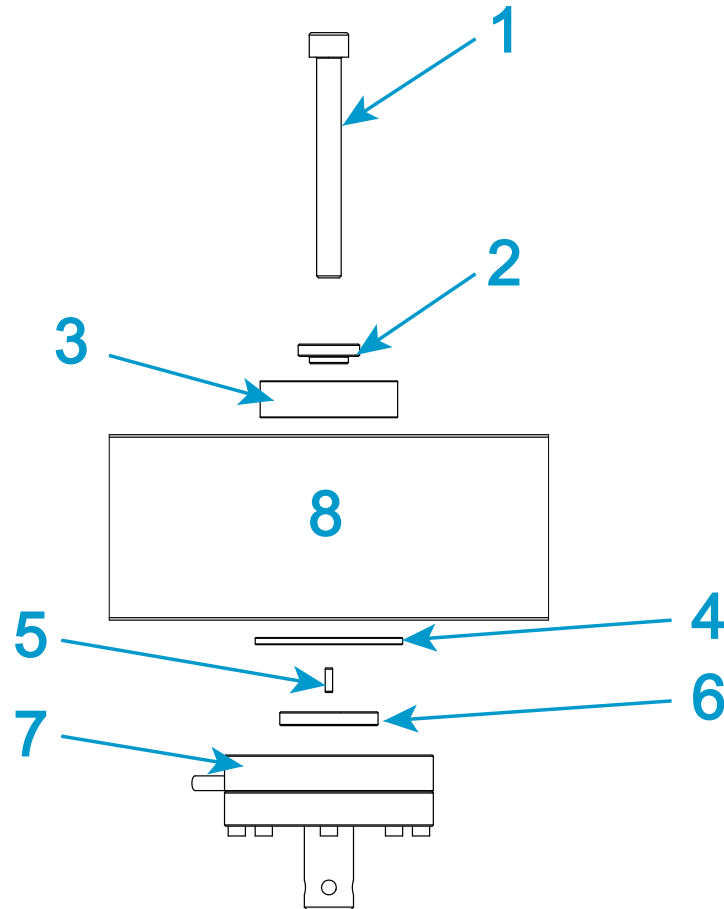

Abbildung 23. Einen Kraftaufnehmer der Serie 2530 installieren – Nennkräfte 5 N bis 100 N
Legende für Abbildung 23
1. Weitere Informationen finden Sie unter Abbildung 23 und in der zugehörigen Tabelle. Stellen Sie außerdem die richtigen Montageteile zusammen.
2. Installieren Sie die Teile, die in Abbildung 23 dargestellt werden und setzen Sie diese in die obere zentrale Bohrung der Traverse ein.